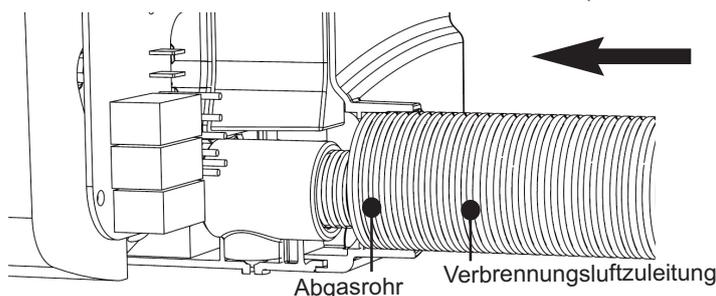

Abb. 14 Anbringen der Verbrennungsluftzuleitung
- ii. Bringen Sie die Verbrennungsluftzuleitung am Warmwasserbereiter an, indem Sie dieses Rohr über das Abgasrohr schieben und dann mit dem Warmwasserbereiter verbinden (wie in Abb. 14 dargestellt).